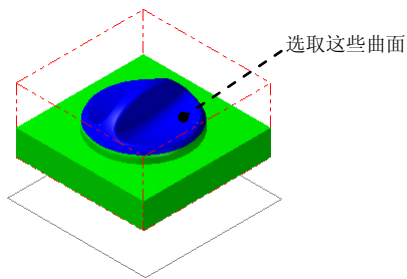

图 10.1.21 选取加工面
Step2. 设置加工区域。在图形区中选取图 10.1.21 所示的曲面，然后按 **Enter** 键，系统弹出“刀路/曲面选择”对话框。单击 按钮，完成加工面的选择，同时系统弹出“曲面精车-浅铣削”对话框。